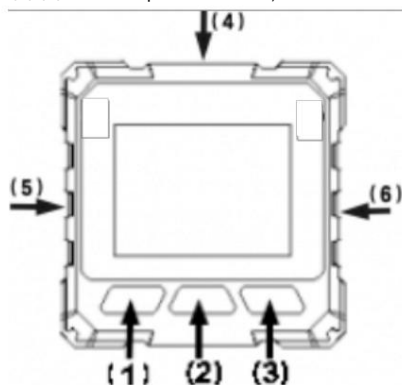

Figura 1
1. Apăsați lung butonul de calibrare astfel  "Porniți dispozitivul. Așezați suprafața de măsurare a dispozitivului pe o suprafață plană încât partea din față a dispozitivului să fie orientată spre dvs. Metoda de plasare este se arată în Figura 1. Asigurați-vă că instrumentul este în modul normal de măsurare și apoi simultan apăsați lungă "  și butonul H/% în același timp. CAD1 va apărea pe afișaj. În acest moment, cifra 1 nu clipește și Dispozitivul este în modul de calibrare.
Înainte de utilizare, vă rugăm să așezați acest dispozitiv pe o suprafață absolut sau relativ orizontală, așa cum se arată. se arată în Figura 1. Dacă abaterea numerică nu este mare, puteți utiliza instrumentul direct sau Apăsați butonul „ZERO” înainte de utilizare. Dacă abaterea numerică depășește zeci de grade, Se recomandă calibrarea conform procedurii descrise mai sus înainte de măsurare și utilizare. În timpul utilizării, așezați instrumentul în poziția indicată în Figura 1 pe planul platformei testate, iar afișajul va afișa panta stângă și dreaptă corespunzătoare în funcție de panta suprafeței platformei.